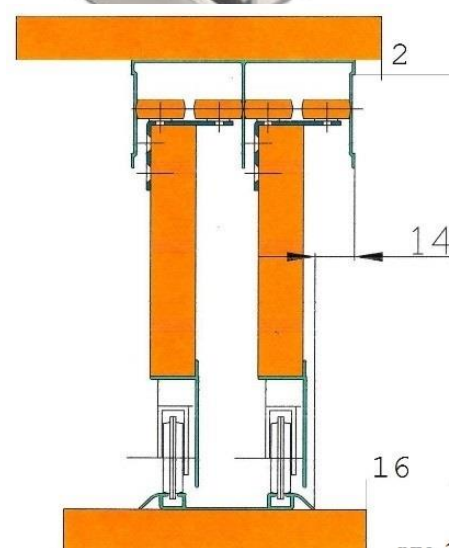

рис. 3
10. На дно 2 крепим саморезами 4,2x16 ходовой двойной профиль KR-05 (как указано в схеме на рис.3).
11. На крышу 1 крепим саморезами 4,2x16 направляющий Ш-образный профиль KR-02 (как указано в схеме на рис.3).
Крепится на верхней внутренней поверхности потолка шкафа (рис.3) саморезами 4,2x16 и служит направляющей для верхней части дверей. Длина выбирается равной размеру внутреннего пространства шкафа между боковыми стенками.
Крепится на нижней внутренней поверхности пола шкафа (рис.3) саморезами 4,2x16 и служит опорой и направляющей для нижней части дверей. Длина выбирается равной размеру внутреннего пространства шкафа между боковыми стенками.